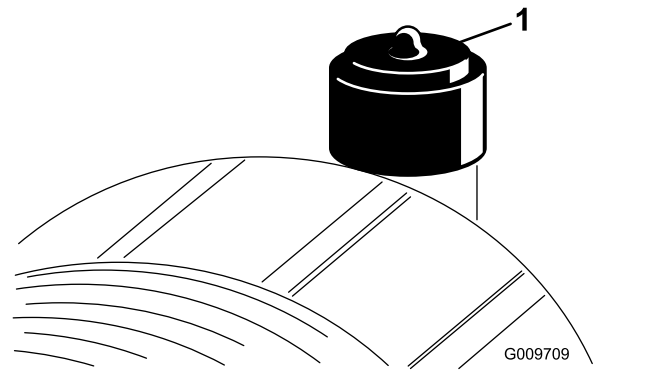

Bild 73
Warten Sie den Luftfilter nur, wenn die Wartungsanzeige dies angibt (Bild 73). Das frühzeitige Auswechseln des Luftfilters erhöht nur die Gefahr, dass Schmutz in den Motor gelangt, wenn Sie den Filter entfernen.
2. Stellen Sie die Anzeige (Bild 73) zurück, wenn sie auf Rot steht.